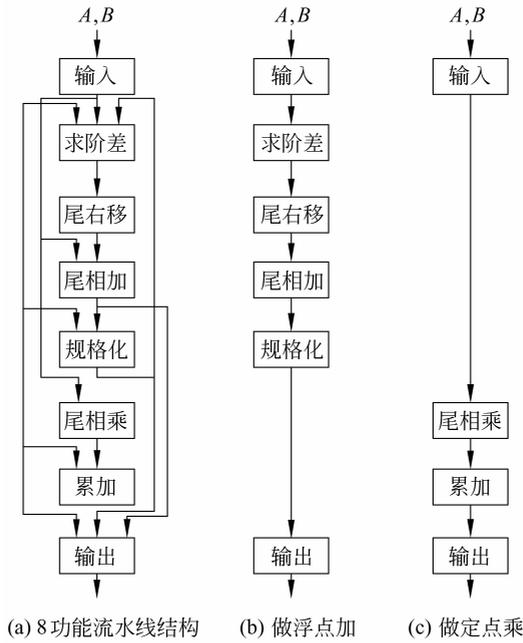

图 3.2 TI ASC 机多功能流水线结构及功能
8 个功能模块组成,使用时可根据需要组合连接,实现各种功能,如图 3.2 所示。
(3) 在多功能流水线中,按在同一时间内是否能实现多种功能来分又可分为两种。
① 静态流水线(static pipeline) 它是指在同一时间内,多功能流水线的各功能模块只能按一种固定方式连接,实现一种固定功能的流水线。其特点是,一个时刻只能有一种组合形式,如 TI ASC 机在做浮点加,应按图 3.2(b)组合;若浮点加没有执行完,运算器不能改为其他组合。优点是控制较简单,缺点是运算效率不高。
② 动态流水线(dynamic pipeline) 它是指同一时间内,多功能流水线的各功能模块可根据多种运算需要,连接成多种方式,同时能执行多种功能的流水线。其特点是,各功能模